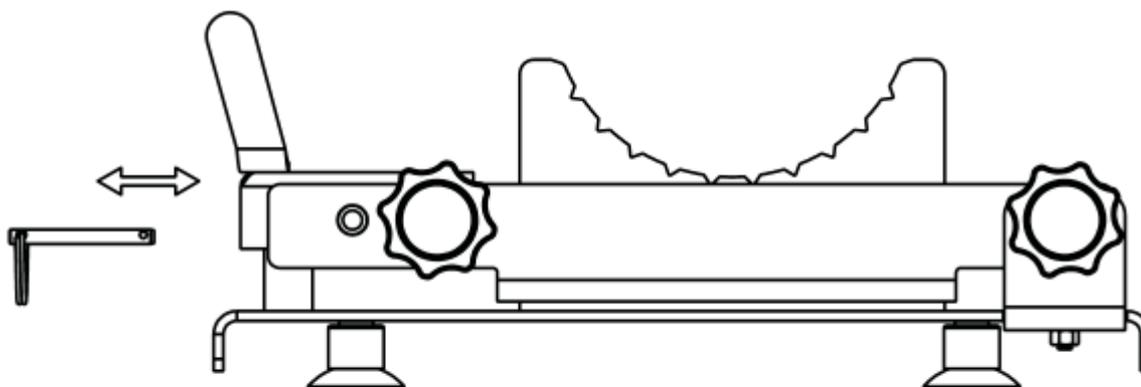

Figure 2
- Avant de commencer à utiliser votre équipement, retirez la goupille de sécurité, réinsérez-la après utilisation et laissez la machine en position sécurisée. (Figure 2)
Avertissement : Gardez la goupille de sécurité en place et le levier dans la position indiquée sur la Figure 2 lorsque vous n'utilisez pas votre appareil afin de prévenir les blessures pouvant résulter d'une chute accidentelle des lames.